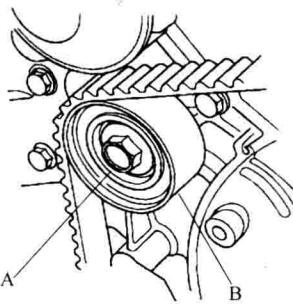

图 1-1-13 拆卸惰轮螺栓 A 和惰轮 B
16. 按照图 1-1-13 所示，拆卸惰轮螺栓 A 和惰轮 B，然后拆下正时皮带。惰轮螺栓是一次性使用的，因此拆下惰轮螺栓后即可废弃不用。